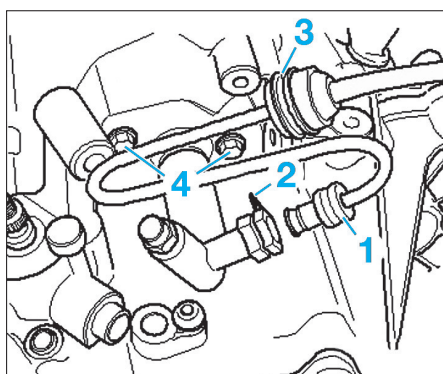

Fig. 13
- Débrancher la canalisation (1) du cylindre récepteur, après avoir tiré son agrafe (2) de sûreté en arrière (Fig.13).